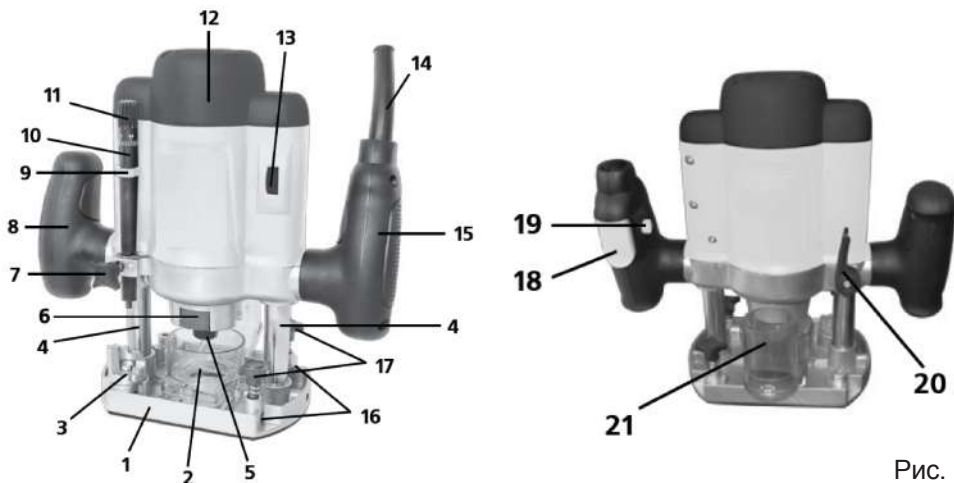

Рис. 1
1. Нажмите фиксатор шпинделя 6 (Рис. 1).
2. При помощи ключа открутите гайку-фиксатор цангового патрона 5 (Рис. 1).
4. Затяните гайку-фиксатор цангового патрона 5 (Рис. 1), удерживая при этом кнопку блокировки шпинделя 6 (Рис. 1).
1. Ослабить фиксатор глубины погружения 20 (Рис. 1).
2. Установить глубиномер 10 (Рис. 1) в положение необходимой глубины погружения. При необходимости воспользуйтесь регулятором точной настройки 11 (Рис. 1).
3. Затянуть фиксатор глубиномера 7 (Рис. 1).
5. Затянуть фиксатор глубины погружения 20 (Рис. 1).
упором 3 (Рис. 1), который позволяет постепенно увеличивать глубину погружения фрезы, не настраивая ее при этом описанным выше способом: сначала фрезеруют на минимальной глубине (первое положение на верхней части револьверного упора 3 (Рис. 1), а затем постепенно доходят до последнего (седьмого) положения. При каждом повороте револьверного упора глубина погружения фрезы увеличивается на 3 мм.
Регулировку частоты вращения проводят при помощи регулятора частоты вращения 13 (Рис. 1), расположенного на корпусе фрезера 12 (Рис. 1)
Чтобы упростить работу по прямым линиям на фрезере предусмотрена установка параллельного упора. Для регулировки его положения необходимо ослабить два фиксатора 17 (Рис. 1), расположенные на опорной подошве фрезерной машины 1 (Рис. 1), затем вставить параллельный упор в предназначенные отверстия 16 (Рис. 1), на опорной подошве 1 (Рис. 1), затем передвинуть упор в нужное положение и затянуть фиксаторы 17 (Рис. 1).
Фрезер оснащен специальным патрубком для подключения пылесоса 21 (Рис. 1). Используйте только специальные строительные пылесосы.